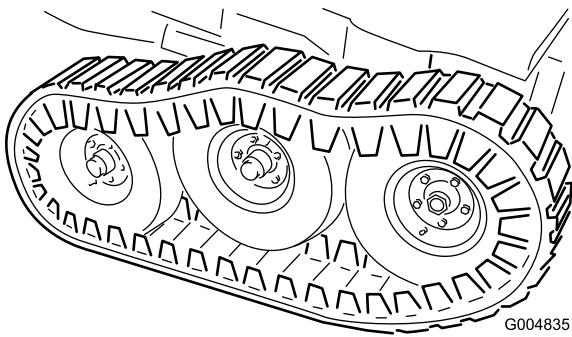

Figura 56
22. Baje el gato hasta que el bastidor quede apoyado sobre las ruedas delanteras. Instale las arandelas planas (1/2 pulgada) y las contratuerca en el espárrago del pivote del bogie (Figura 56) y apriételas a 102 N·m (75 pies-libra).